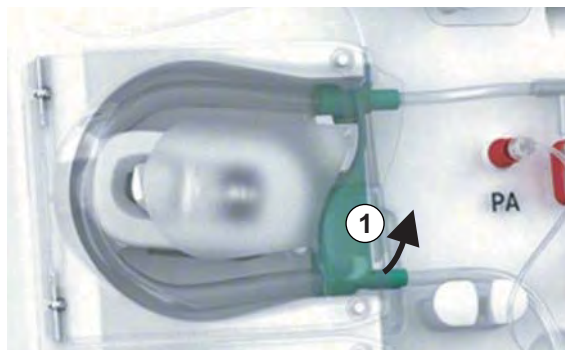

Fig. 7-1 Fjernelse af blodslangen
5. Træk den nederste del af multikonnectoren lidt op (Fig. 7-1, ①) fra blodpumpens base (pilens retning), mens blodpumpedækslet er lukket.